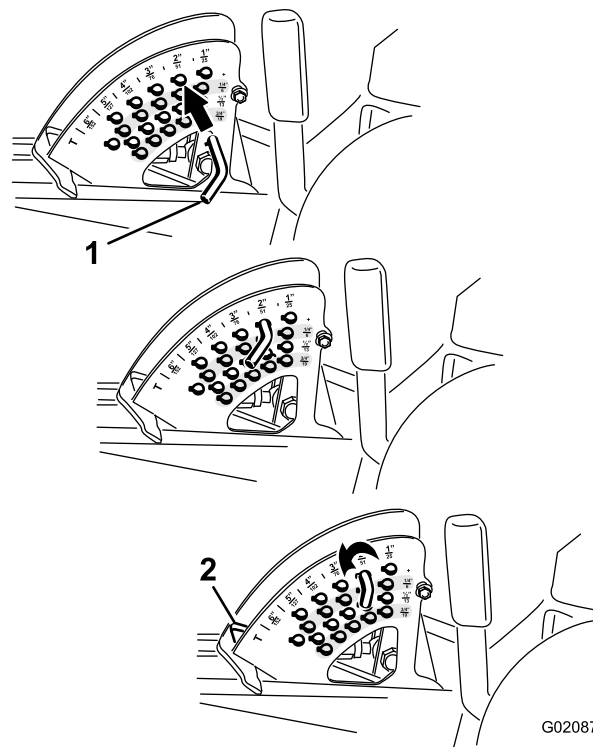

Figura 25
2. Rode o pino de bloqueio até que o pino do mesmo fique alinhado com as ranhuras nos orifícios no suporte da altura de corte e remova-o (Figura 25).
3. Selecione um orifício, no suporte da altura de corte, que corresponda a altura de corte desejada, insira o pino e rode-o para o bloquear no lugar (Figura 25).
Nota: Existem quatro filas de posições de orifícios (Figura 25). A fila de cima dá-lhe a altura de corte indicada por cima do pino. A segunda fila dá-lhe a altura de corte indicada mais 6 mm. A terceira fila dá-lhe a altura de corte indicada mais 13 mm. A fila de baixo dá-lhe a altura de corte indicada mais 19 mm. Para a posição de 15,8 cm só existe um orifício, colocado na segunda fila. Isto não acrescenta 6 mm à posição de 15,8 cm.